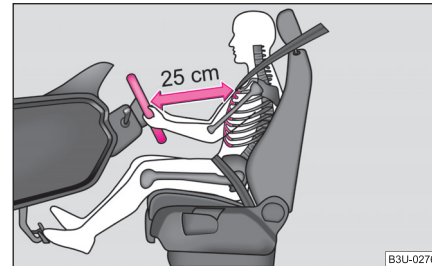

Abb. 128 Der richtige Abstand des Fahrers vom Lenker
- Stellen Sie das Lenkrad so ein, dass der Abstand zwischen Lenkrad und Brustbein mindestens 25 cm beträgt ⇒ Seite 124, Abb. 128.
- Der Fahrer muss einen Abstand zum Lenkrad von mindestens 25 cm einhalten ⇒ Seite 124, Abb. 128. Wenn Sie den Mindestabstand nicht einhalten, kann Sie das Airbag-System nicht schützen – Lebensgefahr!